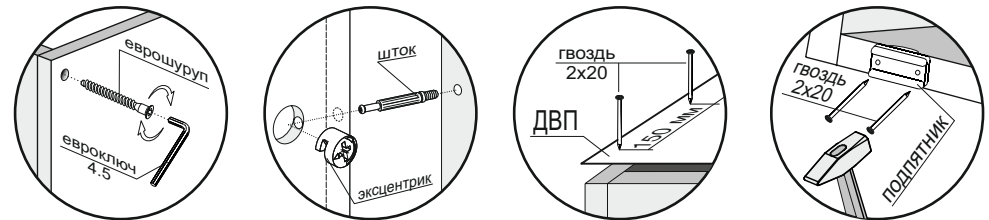

Рис.1
3. К правой боковине (1) и поперечине (2) прикрутить направляющие винтами-потай 6.3х13 по наметкам (рис.1).
4. Соединить боковины (1), поперечину (2), стяжки (4,5) и цоколь (11) еврошурупами (рис.1).
5. Вставить шканти в поперечину (2). Затем к собранной части изделия монтировать крышу (3), используя еврошурупы (рис.1).
7. Установить короб комода на постоянное место. Навесить створку (12), используя петли и шурупы 4х16 (рис.1). Отрегулировать петли.
8. Выбрать расположение створки (12) (справа или слева от выдвижных ящиков) и **аккуратно** досверлить с нужной стороны отверстия под ручку $\varnothing 5$ мм. Оставшиеся технические отверстия закрыть мебельными заглушками d5 (рис.1). Прикрутить ручки к створке (12) шурупами 4х25 (рис.1).